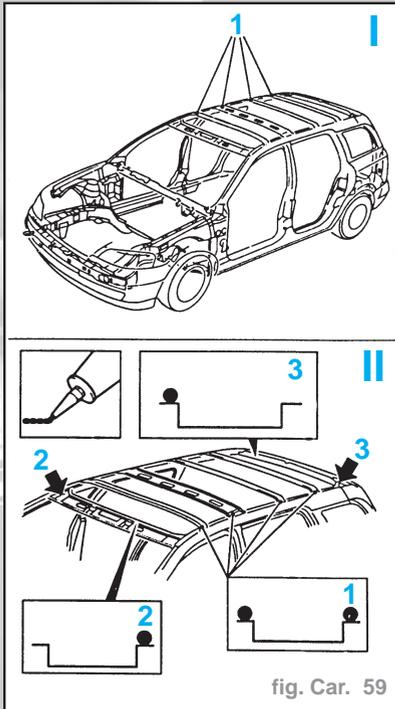

fig. Car. 59
- En cas de remplacement du toit, appliquer de la colle PU pour vitrage (à 1 composant ou à 2 composants pour la pose des vitres) sur l'arceau de toit et du cadre du toit, à l'avant et à l'arrière (fig. Car. 59).